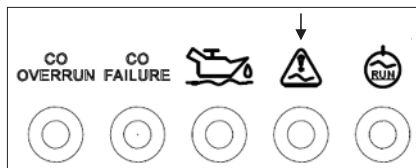

Рис. 6
1. Когда индикатор перегрузки (красный) мигает, а индикатор переменного тока (зеленый) постоянно горит: это означает, что превышена номинальная нагрузка. Автоматика отключит подачу питания через некоторое время. Чтобы избежать внезапного отключения, а также перегрузку двигателя уменьшите мощность подключенного оборудования (Рис. 6);